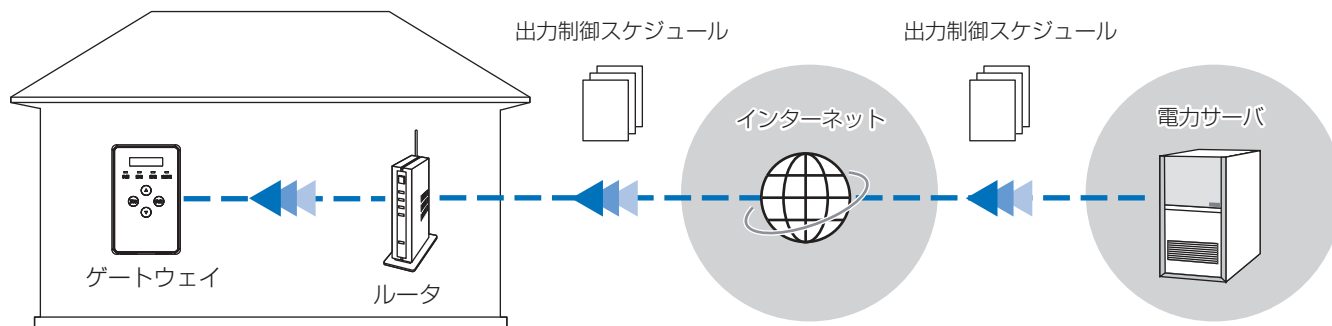

図 1 出力制御 システム構成
- （A）オンライン構成・・・図 1（⇒ 3）のようにインターネット回線の利用を前提とし、出力制御スケジュールを自動的に取得します。